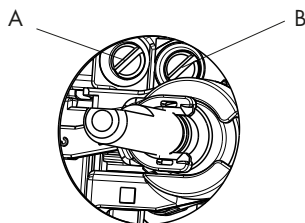

Fig 8
- para a regulação do mínimo agir com uma oportuna chave de parafuso sobre o parafuso colocado na torneira (Fig. 8)